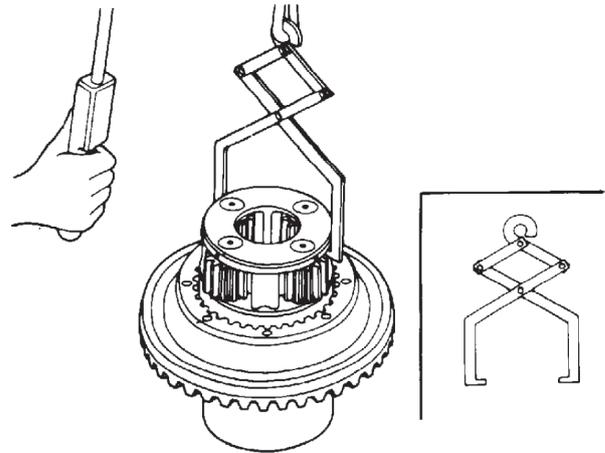

Figura 20
- C. Remova a caixa dos satélites e a arruela de encosto, utilizando um suporte adequado (figura 20);